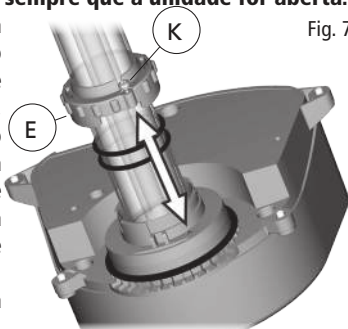
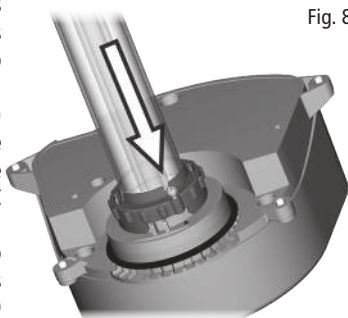

Fig. 7
Fig. 8
- Nesta fase, é possível limpar a manga de quartzo (C), se necessário. **Para limpar a manga de quartzo, use um pano macio e húmido para limpar calcário e detritos. Para remover sujidades mais difíceis, pode utilizar vinagre. Não utilize detergentes ou outros produtos químicos para limpeza. Se não for necessário substituir a lâmpada UV-C, avance directamente para o ponto N.º 10.**
- Para aceder à lâmpada UV-C (B), retire a Manga de quartzo (C) desapertando primeiro cerca de 3 voltas, o parafuso de segurança (K) da Flange de retenção (E) que a prende à cabeça UV-C. Em seguida, vire a Flange de retenção aproximadamente 30 graus para a esquerda até o parafuso ficar alinhado com a seta presente na cabeça UV-C e puxe para desengatá-lo do sítio. Importante: a Flange de Retenção está equipada com um parafuso de segurança anti-perda. Não há necessidade de retirar o parafuso completamente. Desaperte o parafuso apenas até a Flange de retenção se soltar permitindo ser rodada e desengatada da sua posição.
- Assim que a Manga de quartzo for retirado, puxe a lâmpada UV-C (B) do suporte da lâmpada (se não for o primeiro arranque) e substitua-a por uma nova. **AVISO - NÃO TENHA OBSERVAR A LÂMPADA QUANDO ESTIVER ACESA!** A exposição directa à luz ultravioleta pode ser prejudicial para os olhos e para a pele. Não teste a lâmpada UV-C sem o filtro estar totalmente montado e fechado. **IMPORTANTE** – Utilize apenas peças sobressalentes originais da Laguna. Consulte a Lista de peças sobressalentes para a identificação correcta do número da peça.
- Coloque a Manga de quartzo (C) e os dois O-rings (D) novamente na respectiva posição original. Recomenda-se lubrificar os O-Rings com um lubrificante adequado. **IMPORTANTE** – O Amortecedor da lâmpada (Y) no interior da manga de quartzo deve ser colocado entre a lâmpada e a parte inferior da manga de quartzo. Não o retire. **IMPORTANTE – Os dois O-rings (D) da manga de quartzo (C) têm de ser substituídos sempre que a unidade for aberta.**
- Coloque a flange de retenção (E) na posição original. Simplesmente alinhe o parafuso com a seta e pressione a flange em direcção à cabeça UV-C e, em seguida, rode a Flange de Retenção aproximadamente 30 graus para a esquerda em direcção ao parafuso de segurança (K). Neste momento aperte a Flange de Retenção com o parafuso de segurança (K) (Fig. 7 - Fig. 8 - Fig. 9).
- Verifique para garantir que a Manga de quartzo (C) não está danificada. Verifique se todos os componentes estão presentes e se foram montados corretamente. Se tiver dúvidas, consulte o seu representante da Laguna.
- Coloque novamente a cabeça UV-C (A) na tampa do filtro (G), certificando-se de que o O-ring interior (F) está devidamente colocado antes de fixar a cabeça UV-C com os parafusos (J).
- Fixe a cabeça UV-C (A) à tampa do filtro colocando novamente os 4 parafusos anti-perda na Cabeça UV-C (J). **AVISO – Risco de electrocussão: Antes de ligar a lâmpada, certifique-se de que TODOS os O-Rings estão novamente na posição original, TODOS os parafusos estão apertados e a unidade não sofreu danos. Antes de ligar a unidade à fonte de alimentação, efectue o Teste de humidade do filtro (consulte abaixo).**